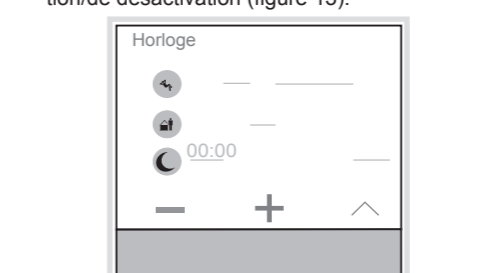

Figure 13 : Réglage de l'heure de commutation
L'affichage bascule vers le réglage de l'heure de commutation (figure 13).
- Avec les touches - / +, régler l'heure d'activation/de désactivation (figure 13).